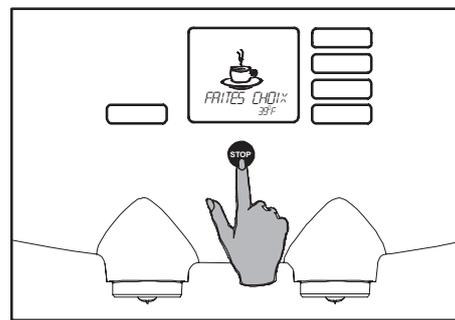

Fig. 17 Bouton d'arrêt
3. Appuyez sur le bouton Stop (fig. 17) pour interrompre la distribution avant, si vous souhaitez que la verseuse ne soit que partiellement remplie.
- Vous pouvez appuyer sur le bouton Stop à n'importe quel moment pour interrompre la distribution (fig. 17).